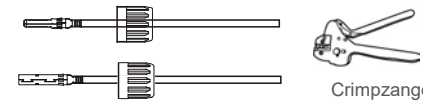

Abbildung 5.15 Kontaktstift mit dem Kabel crimpen
3. Crimpen Sie den Kontaktstift mithilfe einer geeigneten Draht-Crimpzange mit dem Draht zusammen. (siehe Abbildung 5.15)